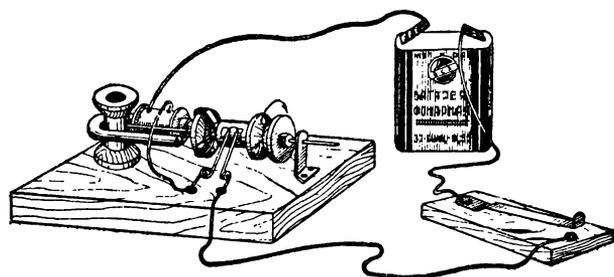

Рис. 116. Электромотор.
На рис. 116 показан самый простой электромотор, его действие познакомит вас с общим принципом, положенным в основу работы настоящих больших электромоторов.
Из балалаечной струны или другой подходящей проволочки изготовьте две щетки (6). Их устройство показано на рис. 116 и 117. Пружинку щетки изогните вокруг 2—3-миллиметрового гвоздика. Если не сумеете сделать такие щетки, то можно заменить их жестяными (рис. 70).
мотора (рис. 116). Прежде всего установите на панель в точку «а» статор. В его отверстие вставьте длинный конец оси якоря, а на другой конец оси наденьте и укрепите на гвоздиках опору (деталь 10, рис. 117). Когда это сделаете, приступите к регулировке мотора.
Под гвоздики, которыми прикреплены щетки, заложите короткие концы проводов и присоедините к мотору ключ и батарею, как это показано на рис. 116.
Теперь отрегулируйте положение шейки (2), на которой укреплены пластинки коллектора. Когда пластинки якоря (при вращении якоря по стрелке) стоят перпендикулярно (между полюсами магнита), в это время щетки должны касаться края пластинок коллектора (см. рис. 116). И наоборот, когда пластинки якоря находятся у полюсов магнита, щетки должны уже сойти с коллекторной пластинки. Достигается это правильной насадкой шейки с коллекторными пластинками и ободка с пластинками якоря. Поэтому для регулировки прежде всего необходимо правильно насадить эти детали.